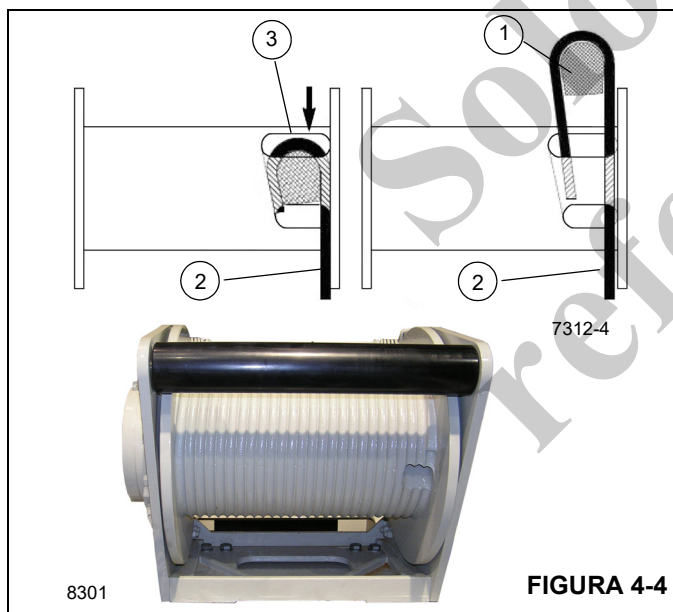

FIGURA 4-4
5. Inserte el cable a través de la ranura y colóquelo alrededor de la cuña de anclaje (1) Figura 4-4.